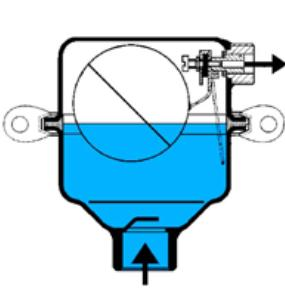

Рис. 1
**1. Воздухоотводчики постоянного действия** предназначены для удаления газов из жидкостных систем, образующихся в процессе нормальной работы системы. Как правило, это растворенный или испарившийся газ. при отсутствии газа клапан воздухоотводчика удерживается в закрытом положении посредством поплавкового механизма. при всплытии газа и снижении уровня жидкости, поплавок опускается, открывает клапан и выпускает воздух из системы (Рис. 1). при понижении давления до атмосферного и снижении уровня жидкости воздухоотводчик работает в режиме запуска воздуха. Этого можно избежать установкой обратного клапана. Некоторые типы воздухоотводчиков могут быть оборудованы встроенным обратным клапаном. Пример воздухоотводчика постоянного действия — EB1.12.